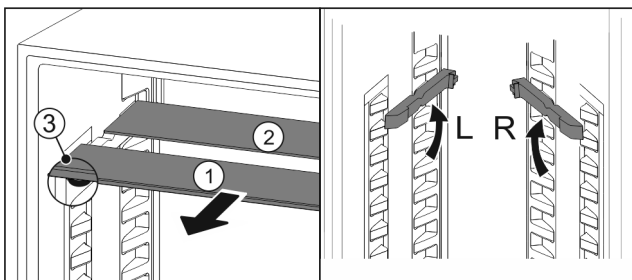

Fig. 93
- ▶ По одной извлеките Fig. 93 (1) стеклянные панели движением вперед.
- ▷ Стеклянная панель Fig. 93 (1) с декоративной планкой лежит спереди.
- ▷ Стопоры Fig. 93 (3) показывают вниз.